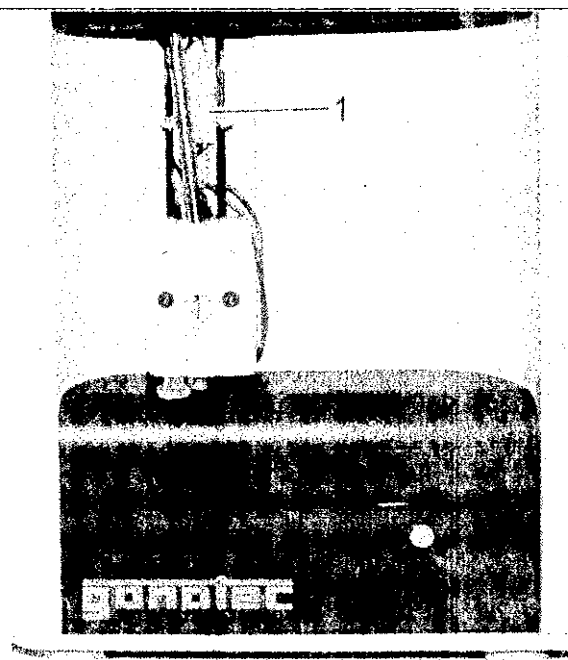

Рис. 76: Подключение разъема
7. Подключить разъем термисторного зонда (рис. 76/1).